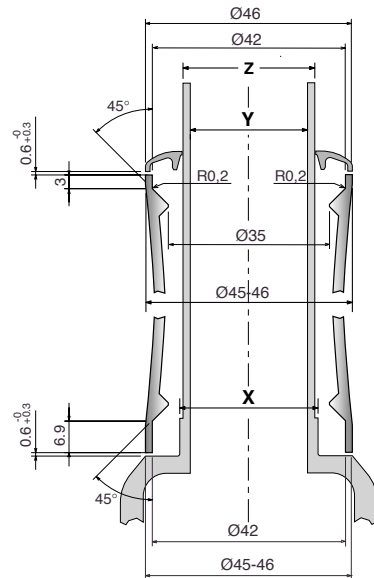

Fig. 1
- Mill the frame head tube with the appropriate tools in order to obtain the correct sizes indicated in fig. 1, pag. 5.
- Das Gabelschaftrohr des Rahmens mit Spezialfräsern nachbearbeiten, so dass seine Maße danach denjenigen in Abb. 1 auf Seite 5 entsprechen.
- Rectifier le tube de direction du cadre à l'aide des fraises appropriées de façon à ce que ses dimensions correspondent, après l'usinage, à celles qui sont indiquées sur la figure 1 de la page 5.
- Ruim de balhoofdbuis van het frame met het daarvoor bestemde gereedschap om de juiste maatvoering te bereiken, zoals is aangegeven in fig. 1, bladzijde 5.